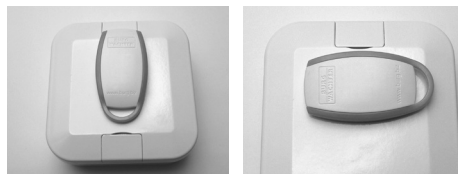

Fig. 21/22 : Zone de lecture du RFID EXTENDER
- 7710 Maintenir le transpondeur RFID sur l'extender jusqu'à ce qu'un signal sonore retentisse. Veillez à ce que le transpondeur soit correctement positionné sur la zone de lecture de l'extender. Celle-ci se trouve à l'endroit où le logo BURG-WÄCHTER est visible sur l'extender. (voir Fig. 21/22).